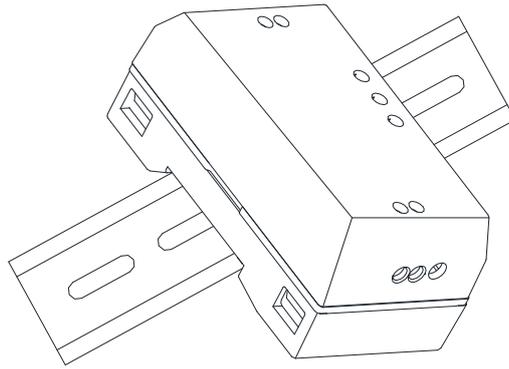

图3 传感器导轨安装方式
2、探测器采用导轨式安装方式，采用标准 35mm 导轨安装。如图 3 所示。